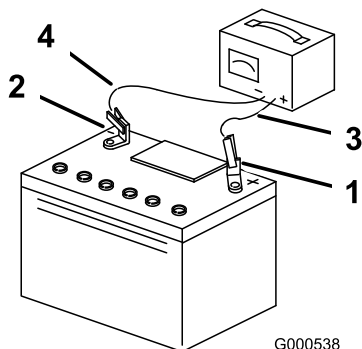

図 88
5. 充電が終わったら、チャージャのプラグをコンセントから抜いてから、チャージャのリード線をバッテリー端子から外す 図 88。